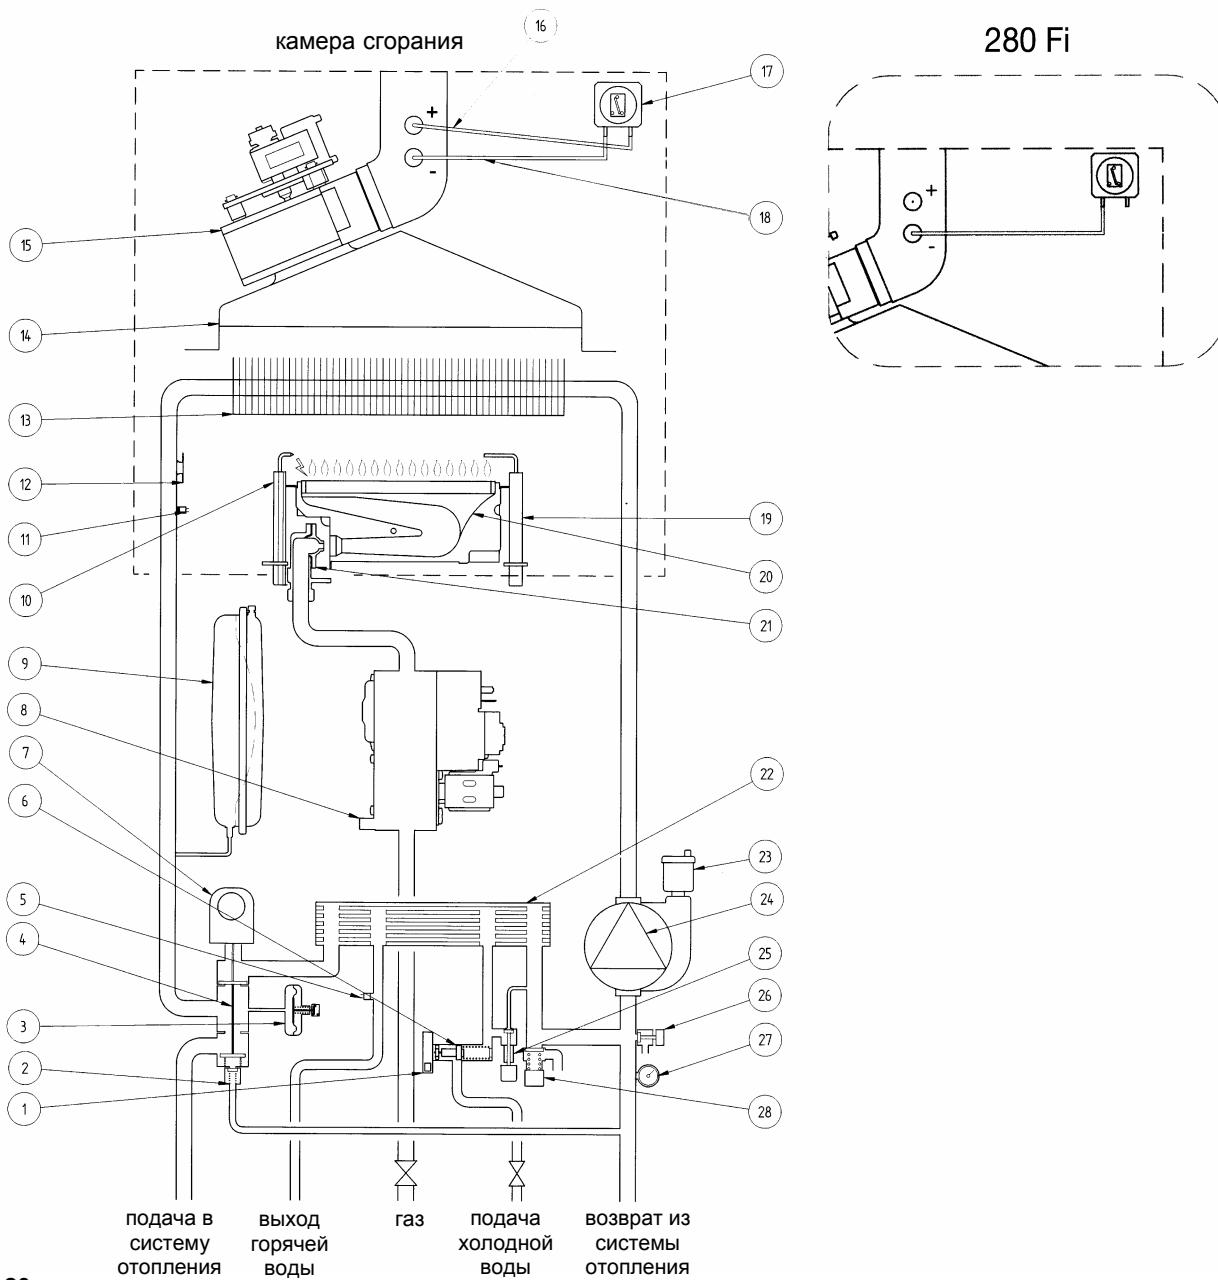

Рис.20
Данное устройство (позиция 17 Рис.20)-обеспечивает включение основной горелки при условии исправной работы вытяжного дымохода.
- **Терmostat перегрева** - благодаря датчику (позиция 12 Рис.20 – позиция 11 Рис.21), установленному на выходной трубе первичного теплообменника, в случае перегрева воды первичного контура прекращается подача газа в горелку. При этом котел останавливается. После устранения причины, вызвавшей блокировку, возможно повторное включение. Для этого необходимо перевести переключатель режимов (Рис.2) в позицию (R) как минимум на 2 сек.
Электрод для определения наличия пламени (позиция 19 Рис.20 – позиция 15 Рис.21), расположенный с правой части горелки, гарантирует безопасность работы и блокирует котел при нарушении подачи газа или неполном горении основной горелки.
- **Водянной сбросной клапан системы отопления** (позиция 28 Рис.20 - позиция 25 Рис.21) - настроен на давление 3 бар и установлен в системе отопления.